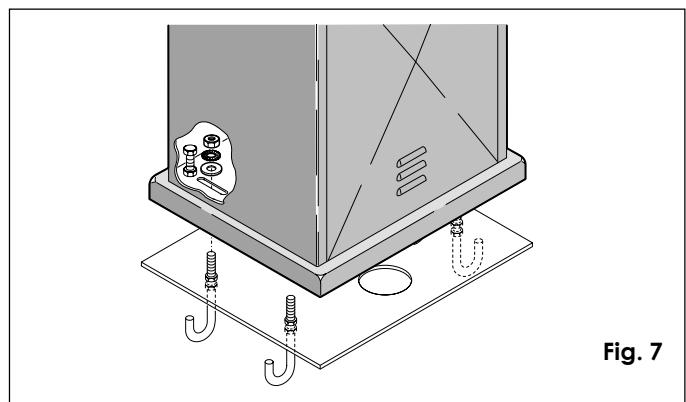
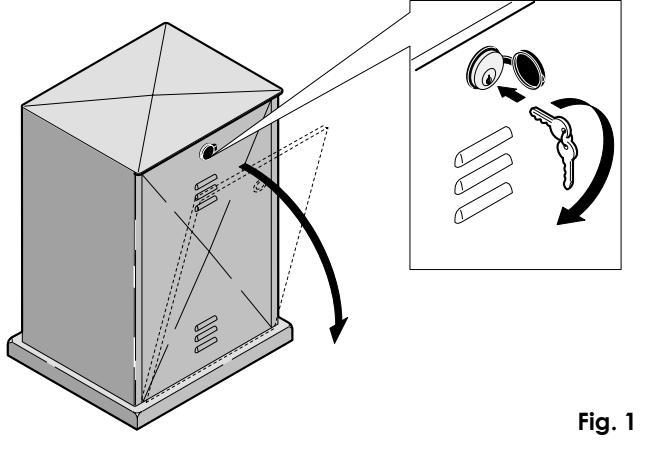

Fig. 7
Fig. 1
- Retirer le carter protecteur (fig. 1-rep. 2) et placer le motoréducteur sur la plaque de fondation. Monter, sans les serrer, la rondelle plate, la rondelle grower et l'écrou comme indiqué fig. 7.
- Aprire lo sportello del carter di protezione per mezzo della chiave in dotazione (vedi Fig. 1).
- Aprire lo sportello del carter di protezione per mezzo della chiave in dotazione (vedi fig. 1).